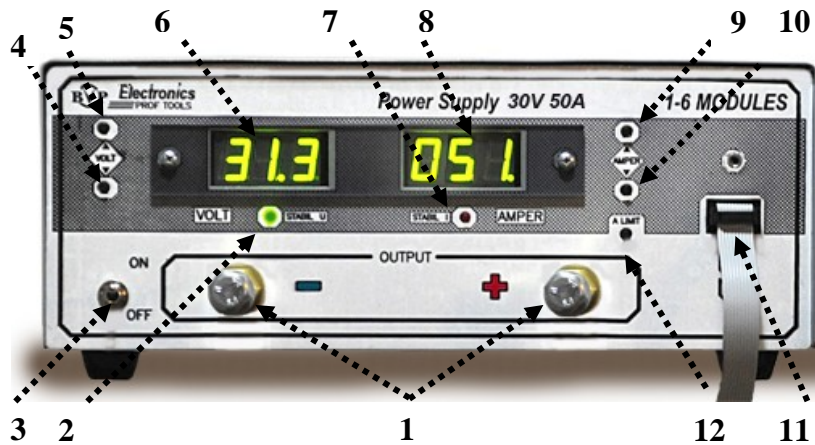

Рис. 2. Расположение органов управления на передней панели головного модуля источника питания
На передней панели головного модуля источника питания размещены оперативные органы управления выходными параметрами, цифровые индикаторы встроенных измерительных приборов вольтметра и амперметра, световые индикаторы режимов работы, разъем сигнального шлейфа и выходные клеммы. На рис. 2 показан внешний вид передней панели головного модуля и расположение на ней всех органов управления и индикации.
модулей. При этом с небольшой задержкой загорятся цифровые индикаторы головного модуля, световые индикаторы **3** (на рис. 2) на управляемых модулях и заработают продувочные вентиляторы. Если хранение и транспортирование источника проводились в условиях, отличающихся от рабочих, то перед включением необходимо выдержать его в рабочих условиях не менее 1-го часа.
- режим стабилизации напряжения "*Stabil U*" – зеленый цвет индикатора **2** (рис.2);
Управление источником питания с передней панели головного модуля будет осуществляться при помощи оперативных органов управления (кнопками **4-5**, **9**, **10**, **12** (рис.2), оперативным выключателем **3**). При этом, компьютерный шнур RS-232 не должен быть подключен к головному модулю.
- 8.1.1 Включите источник питания без нагрузки (переместив тумблер **3** (рис.2) в положение "ON").